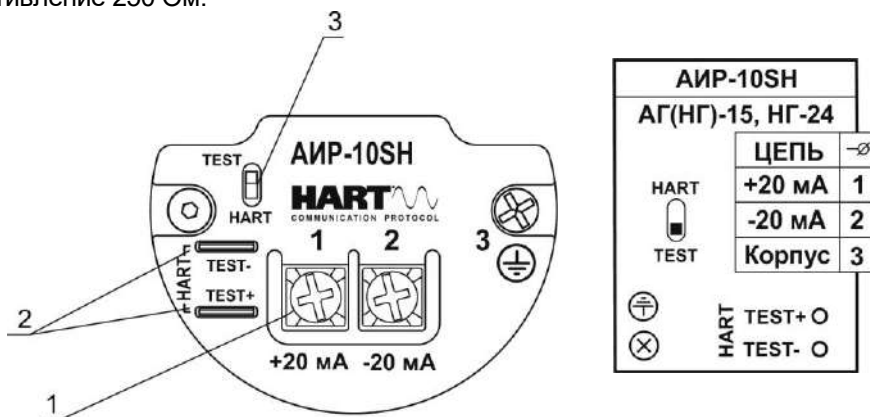

Рисунок 2.5 - Внешний вид коммутационной платы и функциональное расположение контактов АИР-10SH в корпусах АГ-15, НГ-15
2.4.5.1.1 Под задней крышкой на задней панели АИР-10SH (корпус АГ-15, НГ-15) расположены (см. рисунок 2.5):